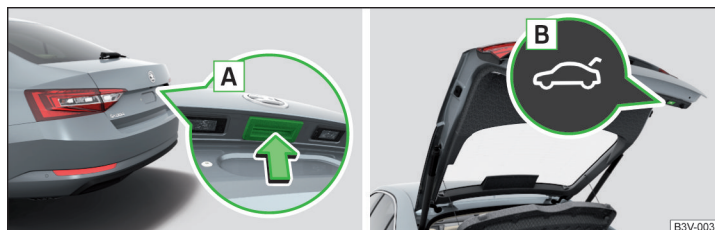

Abb. 43 Klappenbedienug
- Durch das Drücken des Griffs **A** » Abb. 43.
- Durch das Drücken der Taste **B** » Abb. 43.
- Die Taste **B** » Abb. 43 auf Seite 62 drücken und für länger als 3 Sekunden halten.
Die Klappe reagiert nicht auf ein Öffnungssignal	Entfernen eines eventuellen Hindernisses (z. B. Schnee), erneutes Öffnen der Klappe » Seite 62 Drücken des Griffs A » Abb. 43 auf Seite 62 und Ziehen der Klappe nach oben